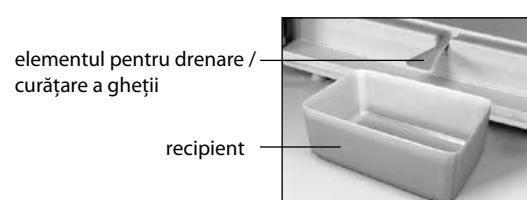

Figura 6 — Colectarea apei rezultate
- să îndepărtați apa rezultată în urma topirii, instalând în conformitate cu figura 6 elementul de masă plastică pentru drenare / pentru curățare a ghetii și orice vas recipient cu volumul nu mai puțin de 2 l;